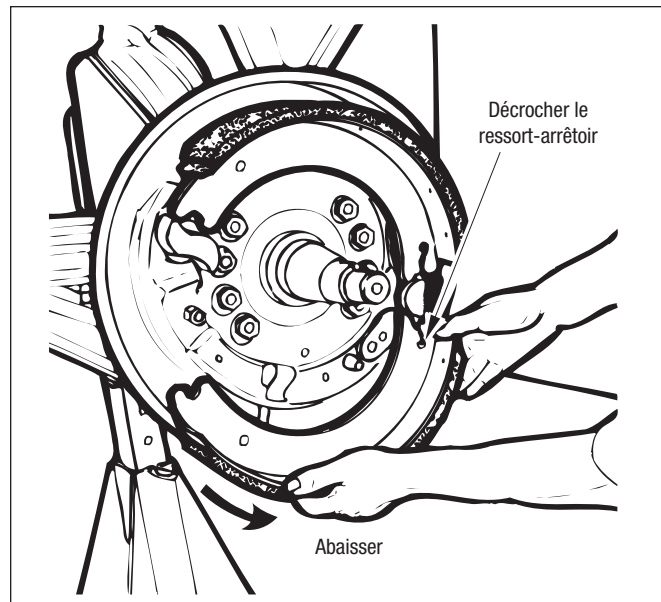

Figure 18 – Dépose du segment inférieur
6. Abaisser le segment inférieur, puis le tourner pour pouvoir le détacher du ressort-arrêt de l'âme inférieure; retirer le segment inférieur. Cf. Figure 18.